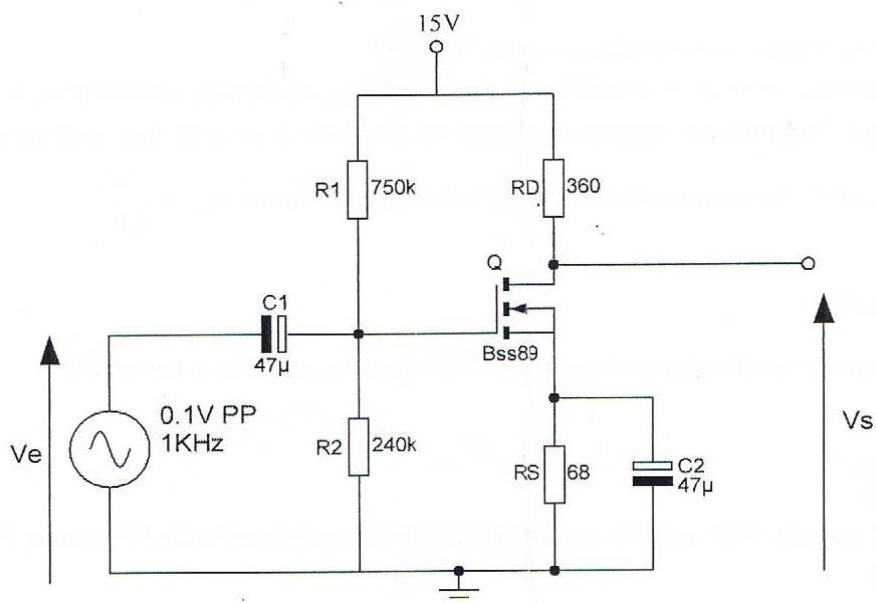

Figure 10 : Schéma électrique de l'amplificateur MOSFET source commune.
- Câbler le montage de la figure 10